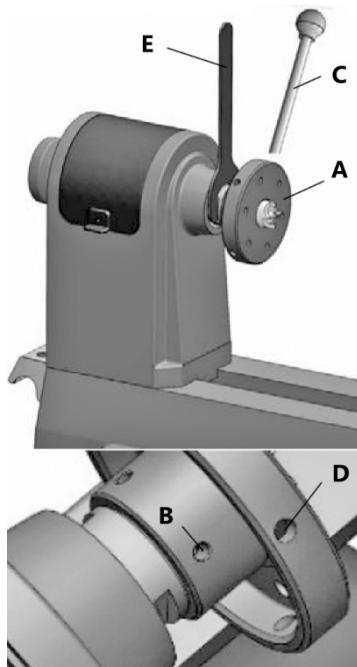

Рисунок 6.
- Накрутите планшайбу А (рис. 6) на шпиндель передней бабки, поворачивая её по часовой стрелке до упора, а затем затяните два установочных винта В при помощи шестигранного ключа.